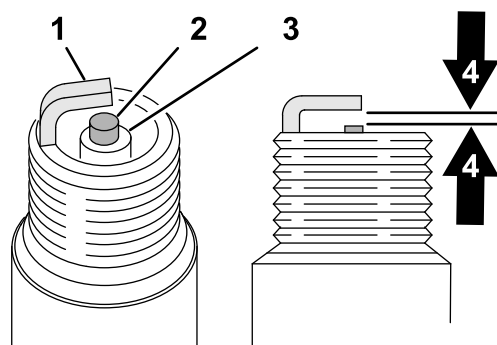

Bild 30
4. Untersuchen Sie die Zündkerze auf Verschleiß oder Beschädigung (Bild 30).
5. Prüfen Sie den Zündkerzenabstand mit einer Fühlerlehre (Bild 30).